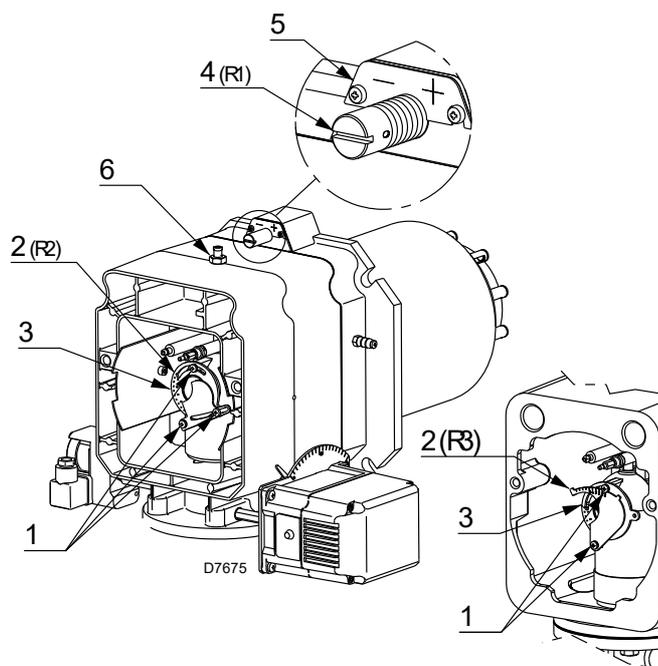

Fig. 20
- Girar el tornillo 4)(Fig. 20) hasta que coincida la muesca encontrada con el plano delantero 5) de la brida.
- Aflojar los 3 tornillos 1)(Fig. 20) girar la tuerca 2) hasta que coincida la muesca hallada con el índice 3).